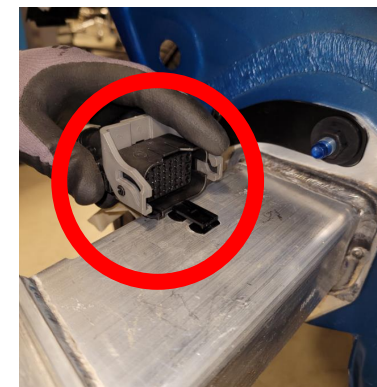

Figura 3
- 1. Quitar el panel de la luz trasera:** Abrir la puerta trasera. Con una herramienta de recorte de molduras plásticas, quitar (2) cubiertas plásticas redondas cerca de la luz trasera, en ambos lados. Con una broca Torx T15, quitar (2) tornillos de esos paneles. Quitar los paneles plásticos.
- 2. Aflojar la moldura / revestimiento del receptáculo de la rueda:** Con una broca Torx T15, quitar los (2) tornillos en la parte inferior del revestimiento del receptáculo de la rueda por lado. Aflojar ligeramente la moldura del receptáculo de la rueda en el revestimiento del receptáculo de la rueda hasta el borde de la fascia. Con un cubo de 7 mm, quitar (1) perno desde la parte posterior de la moldura del receptáculo de la rueda, por lado.
- 3. Quitar la fascia:** Con una broca Torx T15, quitar (1) tornillo cerca de la puerta trasera inferior, por lado. Con un destornillador de cabeza plana y una broca Torx T15, quitar (2) remaches y (2) tornillos respectivamente en la parte inferior de la fascia. Usar herramientas de recortar molduras plásticas para retirar la fascia empezando por los bordes exteriores cerca de los receptáculos de las ruedas y con cuidado halar la fascia. Desconectar la porción macho del arnés de cables del lado del conductor si está presente.
- 4. Quitar el travesaño del parachoques:** Quitar la porción hembra del arnés de cables eléctrico en el travesaño del parachoques deslizando con cuidado. Ver Figura 3. Con un cubo de 15 mm, quitar (2) tuercas del soporte de metal en el lado izquierdo del travesaño del parachoques y quitar el soporte de metal que sujeta el arnés de cables. Asegurar el arnés de cables con una cinta adhesiva en la carrocería del vehículo. Con un cubo de 15 mm, quitar el resto de (4) tuercas del travesaño del parachoques. Retirar el travesaño del parachoques.
**2. Aflojar la moldura / revestimiento del receptáculo de la rueda:** Con una broca Torx T15, quitar los (2) tornillos en la parte inferior del revestimiento del receptáculo de la rueda por lado. Aflojar ligeramente la moldura del receptáculo de la rueda en el revestimiento del receptáculo de la rueda hasta el borde de la fascia. Con un cubo de 7 mm, quitar (1) perno desde la parte posterior de la moldura del receptáculo de la rueda, por lado.
**3. Quitar la fascia:** Con una broca Torx T15, quitar (1) tornillo cerca de la puerta trasera inferior, por lado. Con un destornillador de cabeza plana y una broca Torx T15, quitar (2) remaches y (2) tornillos respectivamente en la parte inferior de la fascia. Usar herramientas de recortar molduras plásticas para retirar la fascia empezando por los bordes exteriores cerca de los receptáculos de las ruedas y con cuidado halar la fascia. Desconectar la porción macho del arnés de cables del lado del conductor si está presente.
**4. Quitar el travesaño del parachoques:** Quitar la porción hembra del arnés de cables eléctrico en el travesaño del parachoques deslizando con cuidado. Ver Figura 3. Con un cubo de 15 mm, quitar (2) tuercas del soporte de metal en el lado izquierdo del travesaño del parachoques y quitar el soporte de metal que sujeta el arnés de cables. Asegurar el arnés de cables con una cinta adhesiva en la carrocería del vehículo. Con un cubo de 15 mm, quitar el resto de (4) tuercas del travesaño del parachoques. Retirar el travesaño del parachoques.